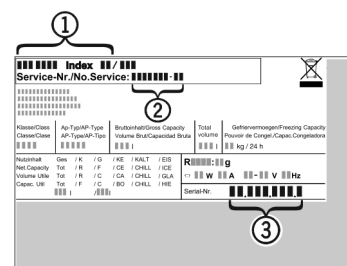

Fig. 13
- ▶ Z nazivne ploščice odčitajte oznako aparata Fig. 13 (1), servisno št. Fig. 13 (2) in serijsko št. Fig. 13 (3). Nazivna ploščica se nahaja na levi strani notranjosti aparata.
- Obvestite servisno službo in jim povejte, za kakšno napako gre, povejte pa tudi oznako aparata *Fig. 13 (1)*, servisno št. *Fig. 13 (2)* in serijsko št. *Fig. 13 (3)*.